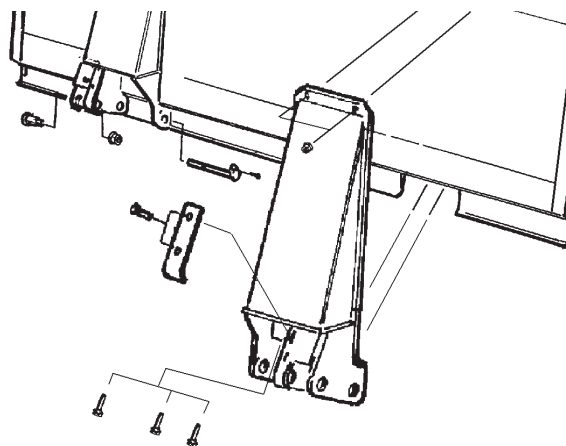

Bild 23. Montering aluminiumbrygga
1. Skruva fast stålbryggfästerna i bryggan, trä in axlarna och fixera dem med låsskruvar. Lyftar-men och vippcyindrarna kan sedan skruvas fast i bryggan. Se Bild 23.